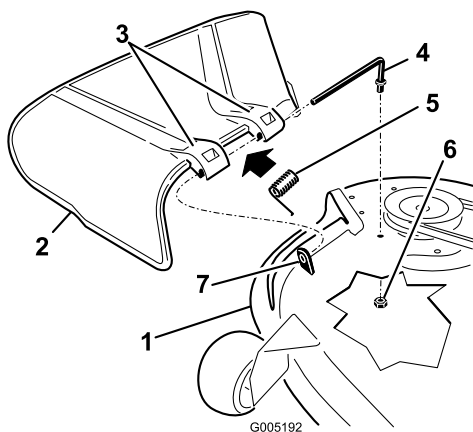

Figura 53
1. Localice los elementos mostrados en la Figura 53.
2. Retire la tuerca (3/8 pulg.) de la varilla (debajo del cortacésped) (Figura 53).
- Deslice la varilla para retirarla del espaciador corto, de la arandela de freno interna, del muelle y del deflector de hierba (Figura 53). Retire el deflector de hierba dañado o desgastado.
- Cambie el deflector de hierba y la arandela de freno interna (Figura 53).
- Coloque el muelle sobre la varilla, con los extremos de los alambres hacia abajo, y entre los soportes del deflector de hierba. Deslice la varilla por el segundo soporte del deflector de hierba y por la arandela de freno interna (Figura 53).
- Introduzca la varilla, en la parte delantera del deflector de hierba, por el espaciador corto de la plataforma. Fije el extremo trasero de la varilla en el cortacésped con una tuerca (3/8 pulg.) (Figura 53).